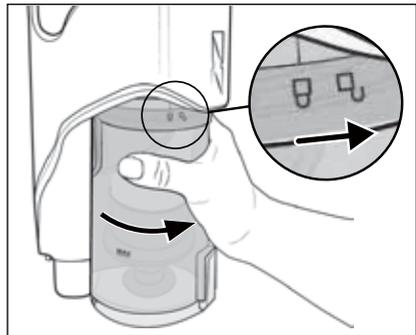

Fig. 23
- 8) Sæt støvbeholderen **7** ind i produktet igen, og drej den i retning af symbolet **⏏** (luk), indtil den sidder fast i produktet (se fig. 23).